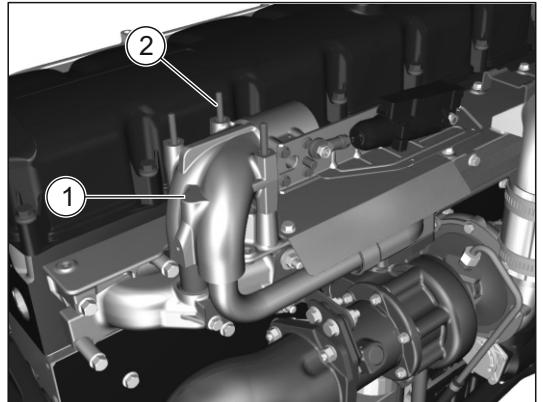

Рис.19. Снятие заслонки EGR.
12. Снять заслонку (1) (651.1213015) отработавших газов EGR со шпилек (2), перемещая заслонку к верху. (см. Рис. 19).